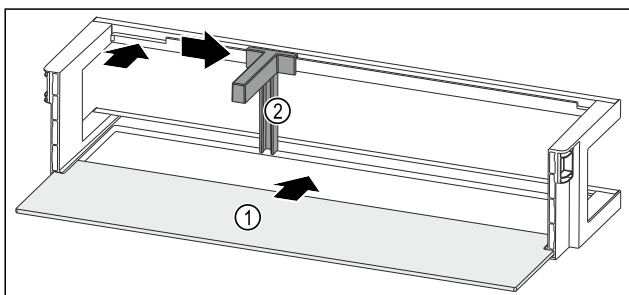

Fig. 202 Лотки на дверцятах з полицю
- ▶ Всуňte полицю Fig. 202 (1) в бокові пази.
- ▶ Вставте тримач пляшок Fig. 202 (2) у паз.
- ▶ Пересуньте тримач пляшок Fig. 202 (2) убік до бажаної позиції.